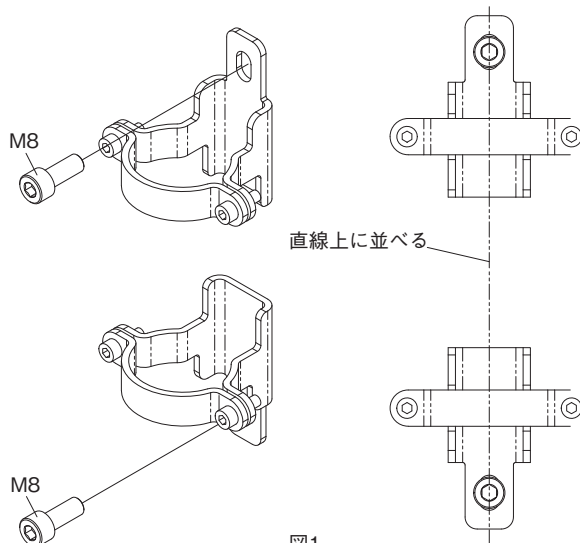

図1
1. 別売りの取付金具（形F39-LSGTB-K）を、壁面の取り付け位置にねじでしっかりと固定します。（図1）